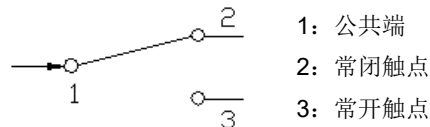

图 9
1. 开关示意图如图 9 所示。打开上盖即可看到。其原理图如下：
- 需要的压力/压差可通过设定旋钮上的刻度盘(图 9 中 A)获得。仅需要用一字螺丝刀旋转刻度盘到指针所示位置即可，旋转刻度盘时，螺丝刀要垂直刻度盘，轻力缓慢旋转调整刻度盘，防止操作不当引起的刻度盘松脱。
- 按需要将连接电线接入螺丝端子或旗型端子 1, 2 或 3(接线端子形式根据选型，如上图 9)。